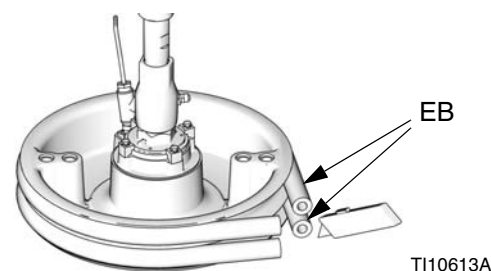

FIG. 17
1. Pour remplacer des racleurs (EB) usés ou endommagés, soulevez le cylindre pour le sortir du tambour. Retirez le tambour de son embase. Essuyez le fluide qui se trouve sur le cylindre.
2. Coupez les racleurs supérieur et inférieur à l'aide d'un couteau et retirez-les du cylindre. Consultez la FIG. 17.